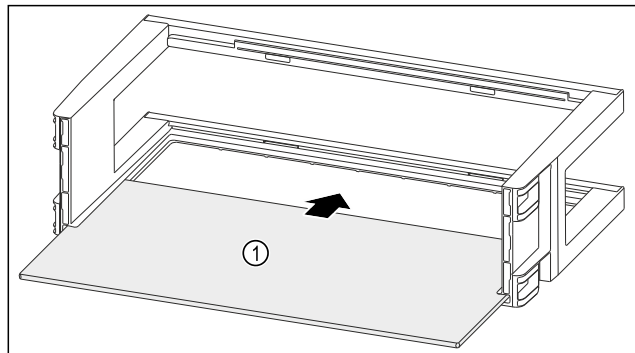

Fig. 97
- ▶ Inserire il ripiano Fig. 97 (1) negli incavi laterali.